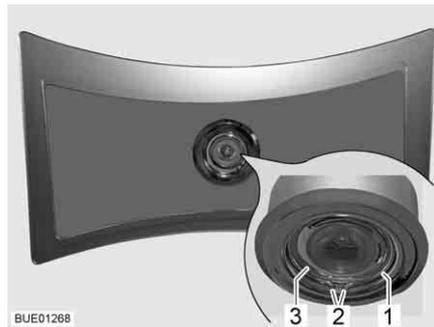

Bild 236 Deckenleuchte
- Federring (Bild 236,1) an den beiden Enden (Bild 236,2) zusammendrücken und abnehmen.
- Gehäuse (Bild 236,3) mit LED aus Leuchte herausnehmen.